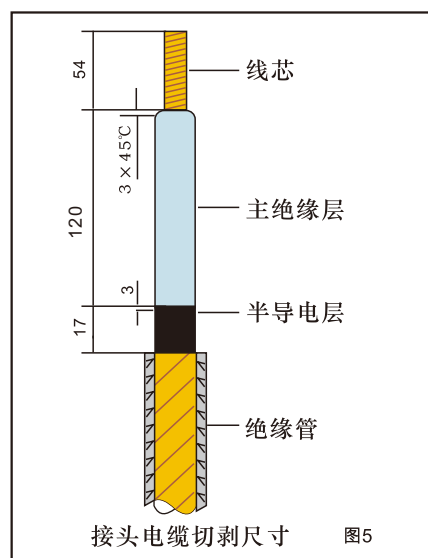

图5
2. 切剥电缆 (图5)
按图5切剥电缆, 切剥中切勿伤芯绝缘表面, 对芯绝缘表面可见痕迹一定要用细砂布抛光至无痕, 半导体层与芯绝缘处做3mm锥面。削半导体层锥面时, 一定从芯绝缘向半导体层方向削, 否则易划伤芯绝缘。